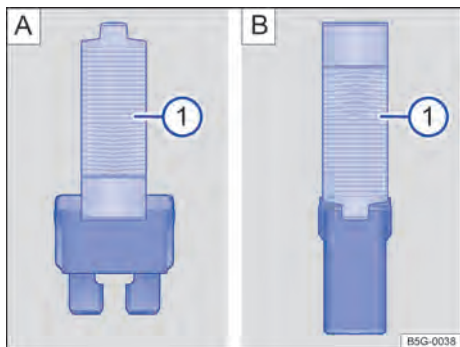

Fig. 197 Retirar ou colocar o fusível com a pinça de plástico: **A**: fusível plano, **B**: fusível de bloqueio.
- Se necessário, retirar a pinça de plástico → Fig. 197 **A** **1** da cobertura da caixa de fusíveis.
- De acordo com a versão do fusível, colocar as garras adequadas do alicate plástico → Fig. 197 **A** **1** ou → Fig. 197 **B** **1** lateralmente no fusível.